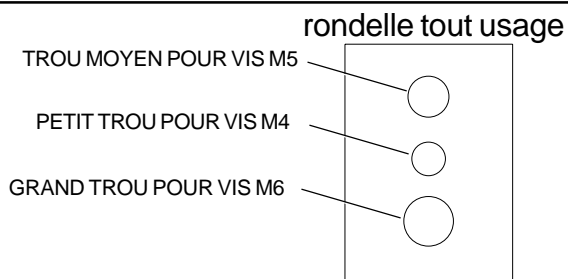

fig. 7.2
- Servez-vous du trou de la rondelle tout usage correspondant à la taille des vis que vous utilisez comme illustré à la figure 7.2.